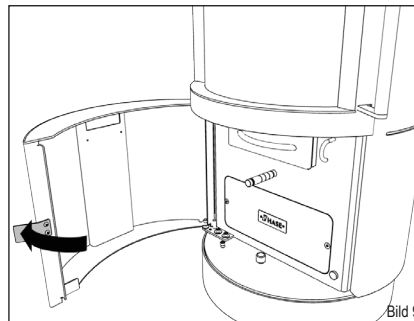

Bild 9
- ▶ Öffnen Sie die Bedienungstür (Bild 9).